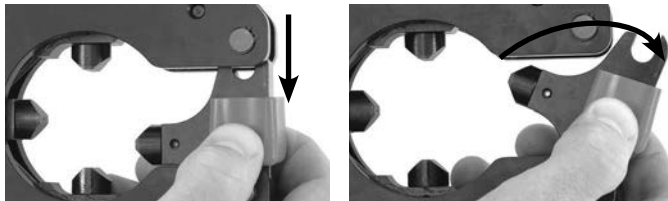

Рис. 2 – Открывание/закрывание обжимной насадки
5. При необходимости откройте насадку, отведя фиксатор в сторону и повернув его наружу (рис. 2). Закройте насадку на соединителе, который подлежит опрессовке. Убедитесь, что фиксатор закрыт до упора – запрещается эксплуатировать инструмент с открытым или не полностью закрытым фиксатором.